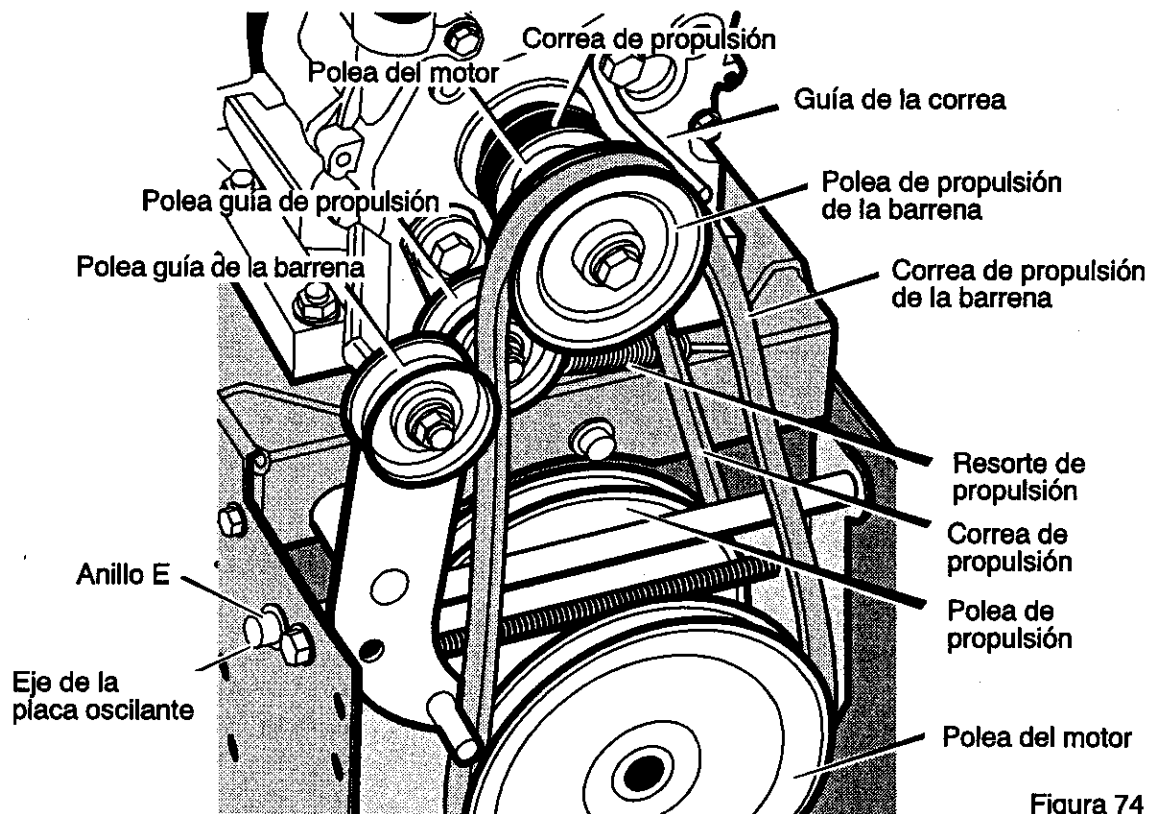

Figura 74
3. Afloje la tuerca de la polea guía de la barrena y mueva esta última hacia la correa un octavo de pulgada aproximadamente (3 mm) (Figura 74).
5. Afloje la **guía de la correa**. Separe la **guía de la polea de propulsión de la barra** (Figura 74).
la **correa del propulsor de la barra** por una correa de repuesto original de fábrica disponible en un centro de servicio autorizado (Figura 74).
3. Quite el **anillo E** de uno de los extremos del **eje de la placa oscilante**. Quite este **eje** para que la placa oscilante gire hacia adelante (Figura 74).